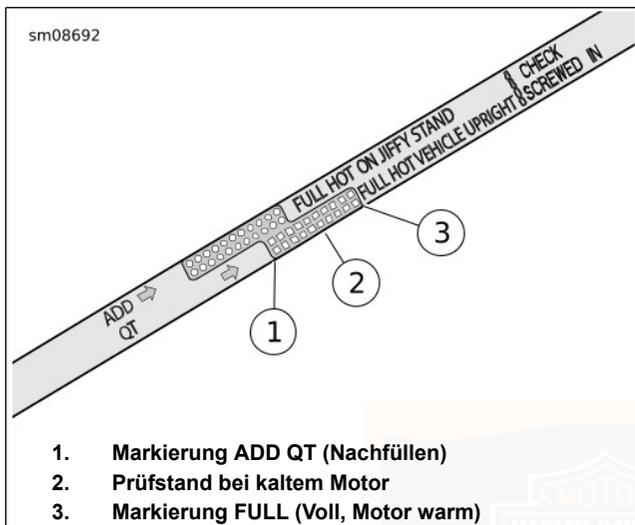

Abbildung 91. Motor-Ölmesstab (Anzeige VEHICLE UPRIGHT [Fahrzeug aufrecht])
- e. Siehe Abbildung 91. Ölstand prüfen. Der korrekte Ölstand bei kaltem Motor liegt auf halbem Wege (2) zwischen den Markierungen ADD QT (Nachfüllen) (1) und FULL HOT (Voll, heiß) (3) auf dem Ölmesstab.
5. Ölstand prüfen. Nur so viel Öl nachfüllen, um den Füllstand zwischen die Ölmesstab-Markierungen ADD QT (1) und FULL HOT (3) zu bringen.
- e. Siehe Abbildung 91. Ölstand prüfen. Der Ölstand sollte zwischen den Markierungen ADD QT (Nachfüllen) und FULL HOT (Voll, heiß) auf dem Ölmesstab stehen.